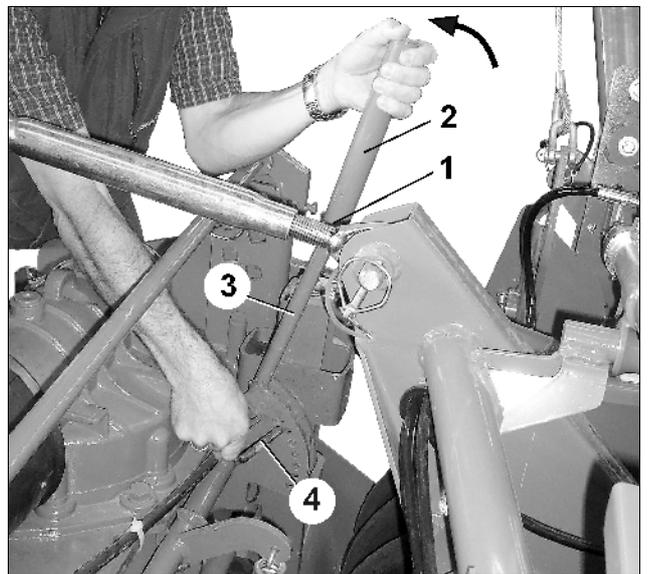

Fig. 94
- Klapstecker (Fig. 94/1) lösen
- Hebelverlängerung (Fig. 94/2) von Hebel (Fig. 94/3) abziehen
- Hebelverlängerung drehen und mit Klapstecker an Hebel befestigen (Fig. 94).
- Durch Abstecken mit Bolzens (Fig. 94/4) in Lochgruppe die gewünschte Planierbalkenhöhe einstellen.